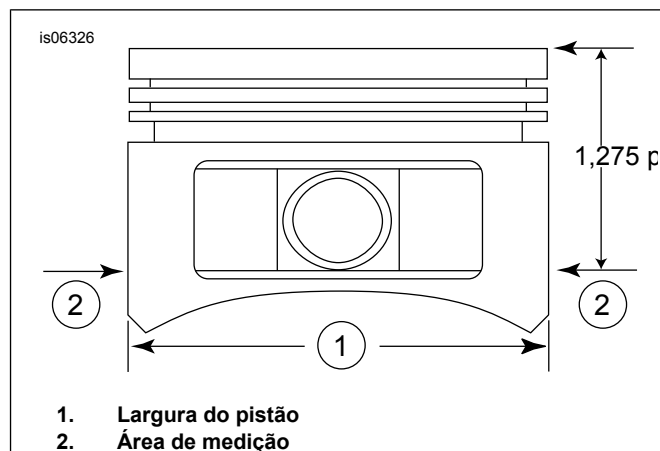

Figura 2. Medidas do Pistão
5. Ver Figura 2. Medir a largura do pistão (1) na horizontal, a 90 graus, de ambos os lados do orifício do pino do pistão, e 32,38 mm (1.275 pol.) para baixo, a partir da superfície da plataforma (parte superior) do pistão (2). Para saber como encaixar o pistão no cilindro, consulte o Tabela 11.